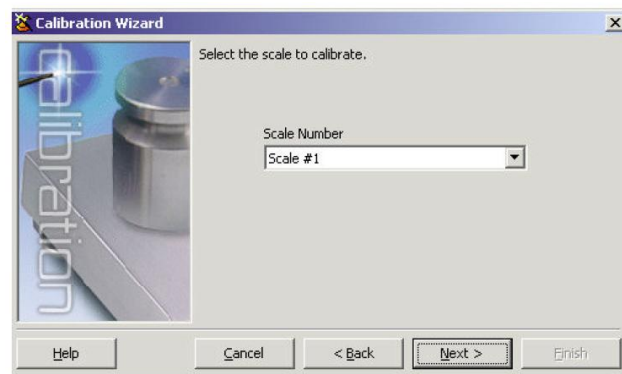

图:4-4. iRev 4 秤选择界面
2. 接着(见图 4-4)，选择要校准的秤，然后点击“Next”。